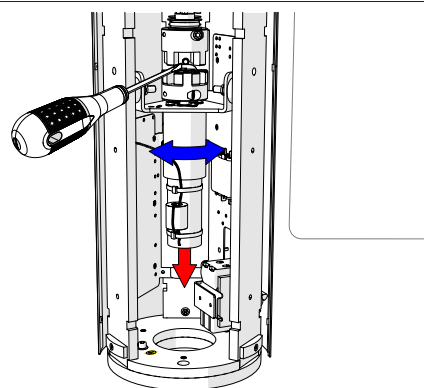

Fig. 29 - Motorbyte (Borttagning)
7. Dra motorn stadigt nedåt med små vridande och lutande rörelser (Fig. 29);